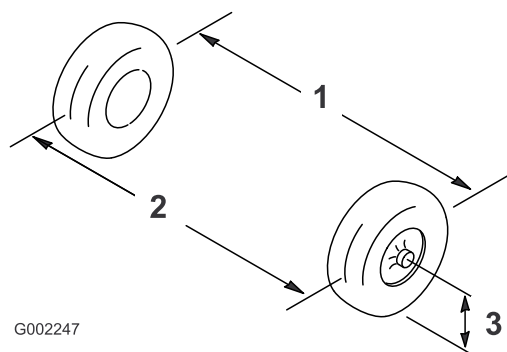

Figura 79
2. Mida la distancia entre los neumáticos delanteros a la altura del eje, en la parte delantera y trasera de las ruedas (Figura 79).